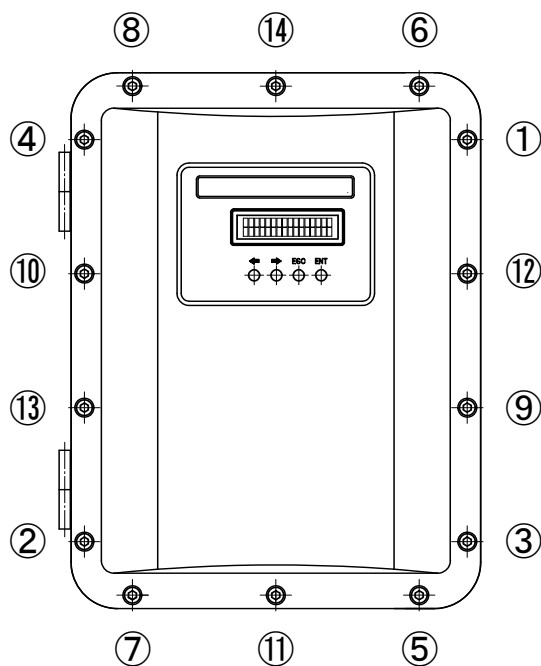

図5-1；六角穴付きボルト締め付順序
- (1) 流量計本体は14本のM5六角穴付きボルトにて固定されております。これらのボルトは規定のトルクにて締め付けられております。このため、流量計本体を開け、再びケースを閉じる際には指定トルク $2.5[\text{N} \cdot \text{m}]$ にて、図5-1の順序にて締め付ける必要があります。尚、ケースを開ける際にもこの順序を遵守してください。
- (2) 防水性能を維持するために、流量計本体にはOリングを使用しております。Oリングは消耗品のため、本体ケースを開けた際には交換してください。この際にOリングにはシリコングリースを塗布してください。
- (3) 上記Oリング以外にも流量計本体には、ケーブルグランド用のゴムパッキン等消耗品を使用しております。防水性能を維持するために、定期的に点検を実施し、消耗品の交換をしてください。